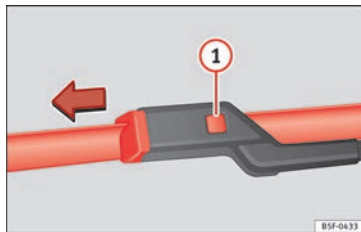

Abb. 200 Scheibenwischerblätter vorne austauschen.
- Entriegelungstaste » Abb. 200 ❶ gedrückt halten und gleichzeitig das Scheibenwischerblatt in Pfeilrichtung abziehen.